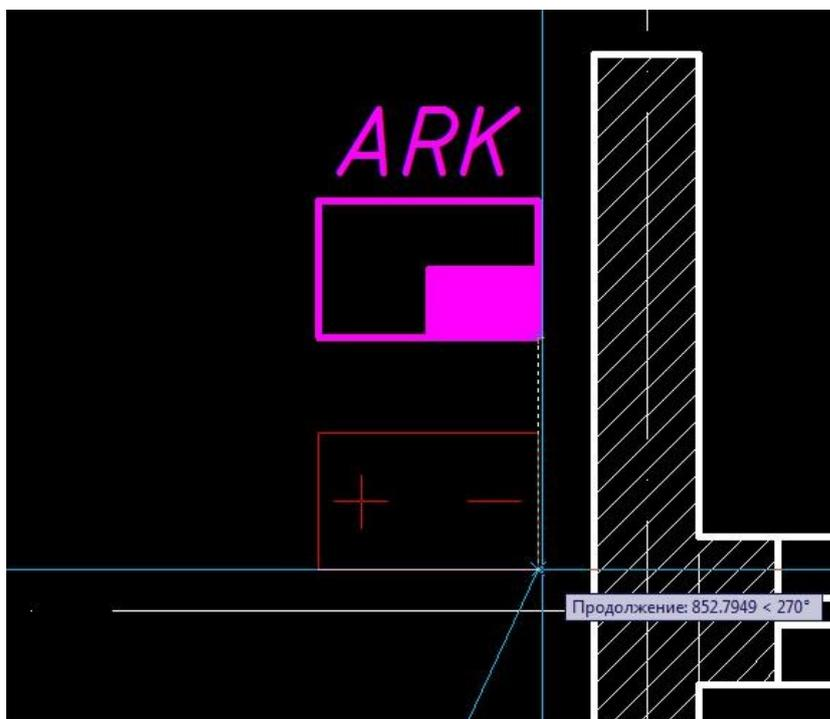

Рисунок 8.2. Пример расстановки приборов с использованием линии предполагаемого перемещения.
- Переносим ППКОП и, если требуется – РИП, в Помещение охраны, место установки по ТЗ. Перенос осуществляем используя пунктирную линию предполагаемого перемещения, см. Рисунок 8.2. (функция «Объектное отслеживание» должна быть включена). При перемещении второго прибора необходимо на время поднести мышку к точке привязки, а затем переместить её в необходимое направление. Программа сама задаст линию, на которой можно будет установить прибор, щёлкнуть в этом месте.